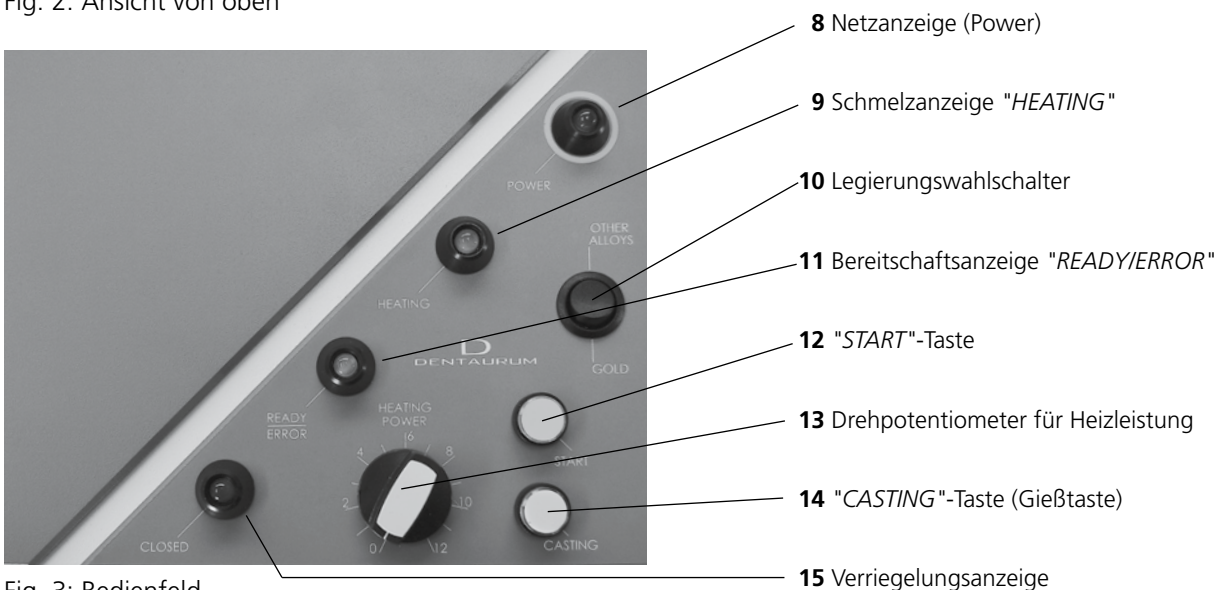

Fig. 3: Bedienfeld
- Die Induktionsspule (Fig. 4, Pos. 18) als Wärmequelle befindet sich im unteren Bereich der Kammer und wird nach Positionieren des Schleuderarmes durch Drücken der „**START**“-Taste (Fig. 3, Pos. 12) hochgefahren.
- Der Schmelzprozess wird durch Drücken der „**CASTING**“-Taste (Fig. 3, Pos. 14) abgeschlossen.
- Wenn der Wasserkreislauf ordnungsgemäß zirkuliert, leuchtet die grüne Bereitschaftsanzeige „READY / ERROR“ (Fig. 3, Pos. 8) auf.